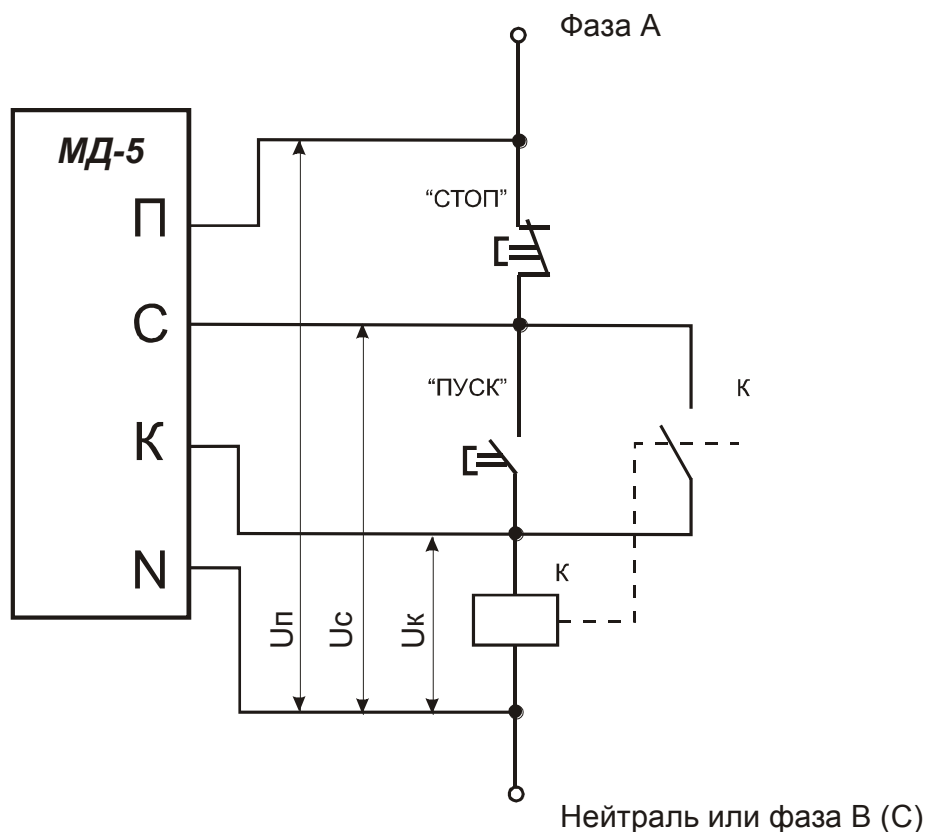

Рисунок 3 – схема подключения монитора двигателя МД-5 к аппарату управления электродвигателем.
7.2 Подключение производится в соответствии со схемой рис.3,4.